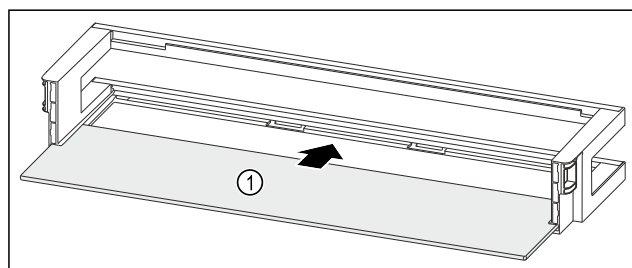

Fig. 204 Polica u vratima s policom za odlaganje
- Umetnite policu Fig. 204 (1) u bočna udubljenja.